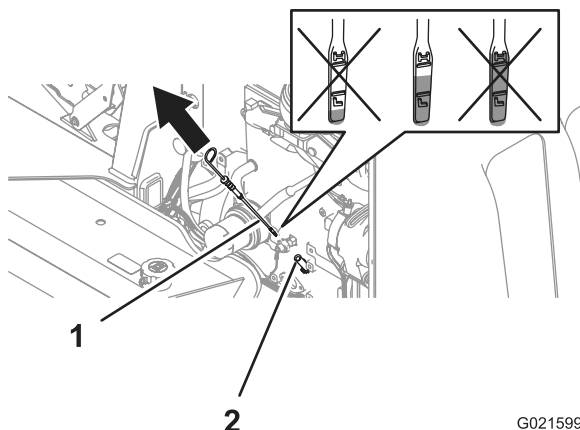

Рисунок 20
2. Выньте измерительный щуп (Рисунок 20) и протрите его чистой ветошью (Рисунок 20).
3. Вставьте щуп до упора в трубку, затем извлеките щуп (Рисунок 20).